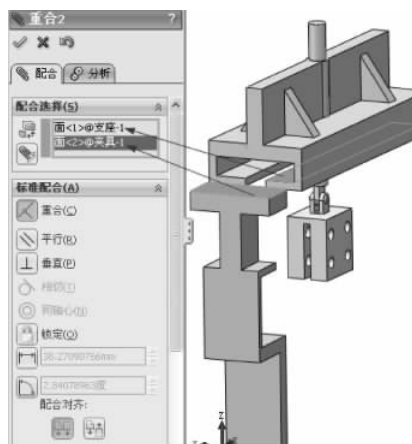

图 3-102 重合配合
(2) 单击【装配体】工具栏中的【配合】按钮 , 弹出【配合】的属性设置。在【标准配合】选项组下选择【重合】配合类型 , 单击【配合选择】选项组下的选择框, 然后在图形区域中选择夹具凸台下表面和支座滑槽内表面, 如图 3-102 所示, 单击【确定】按钮 , 完成重合的配合。